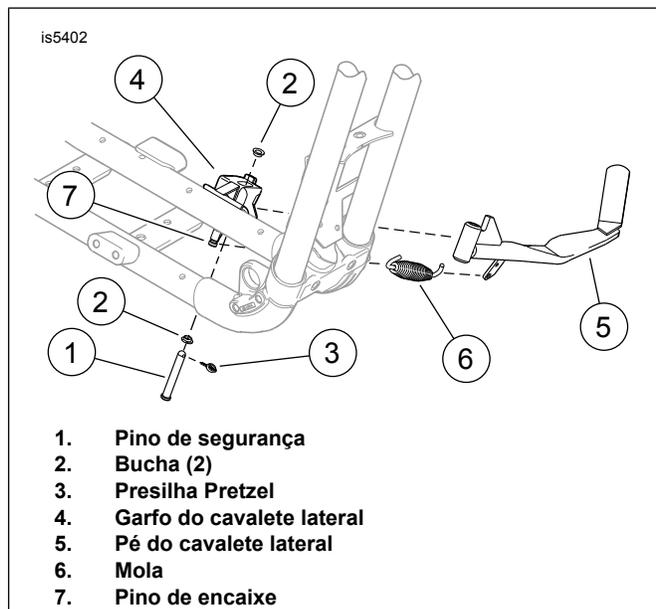

Figura 2. Cavalete lateral
2. Veja Figura 2. Coloque o pé do cavalete lateral na posição retraída e remova a presilha pretzel (3).
3. Segurando o pé do cavalete lateral (5) na posição plenamente retraída, tire o pino de segurança (1) até que desencaixe do furo superior do pivô do garfo do cavalete lateral (4).
4. Tire a mola (6) do pino de encaixe (7) utilizando um alicate. Desenganche a outra extremidade da mola do pé do cavalete lateral.
6. Limpe o pino de encaixe montado no quadro e aplique uma pequena quantidade de graxa para rolamento da roda nos furos do pivô do novo pé do cavalete lateral (5), no garfo, na ranhura do pino de encaixe e no eixo do pino de segurança (1).